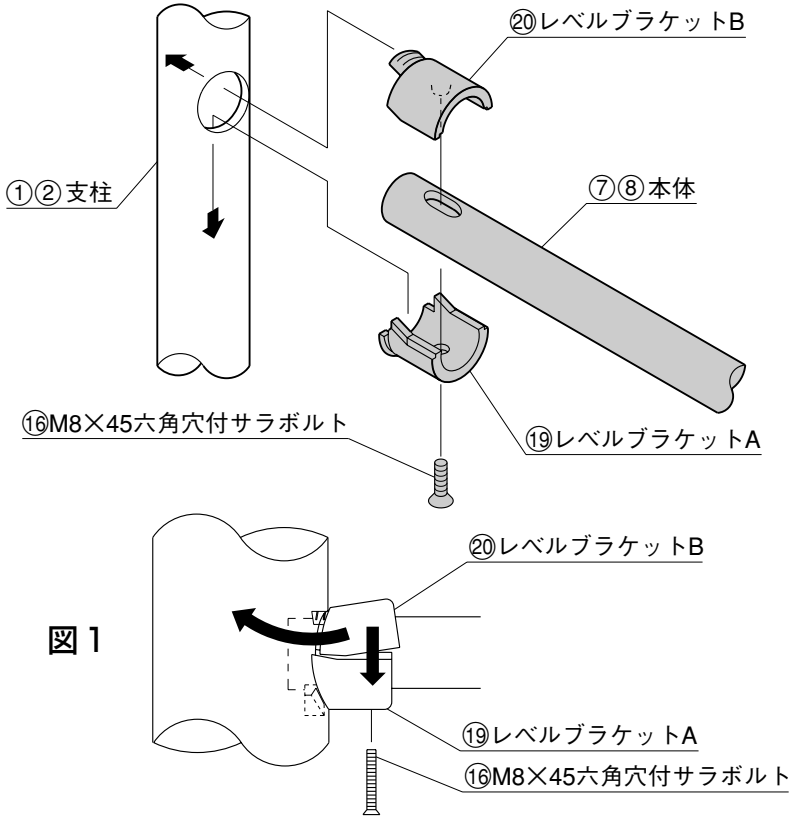

図 1
- ① 本体取付孔が通りを向くように柱を立ててください。
- ② レベル・通りを出し、コンクリートを十分に硬化させてください。
- ③ レベルブラケットAを柱の本体取付孔に引っかけてください。
- ④ レベルブラケットAに本体をのせてください。このとき、柱の中に本体が必ずのみ込まれるようにしてください。
- ⑤ レベルブラケットBを図1のように取付け、M8×45六角穴付サラボルトで固定してください。